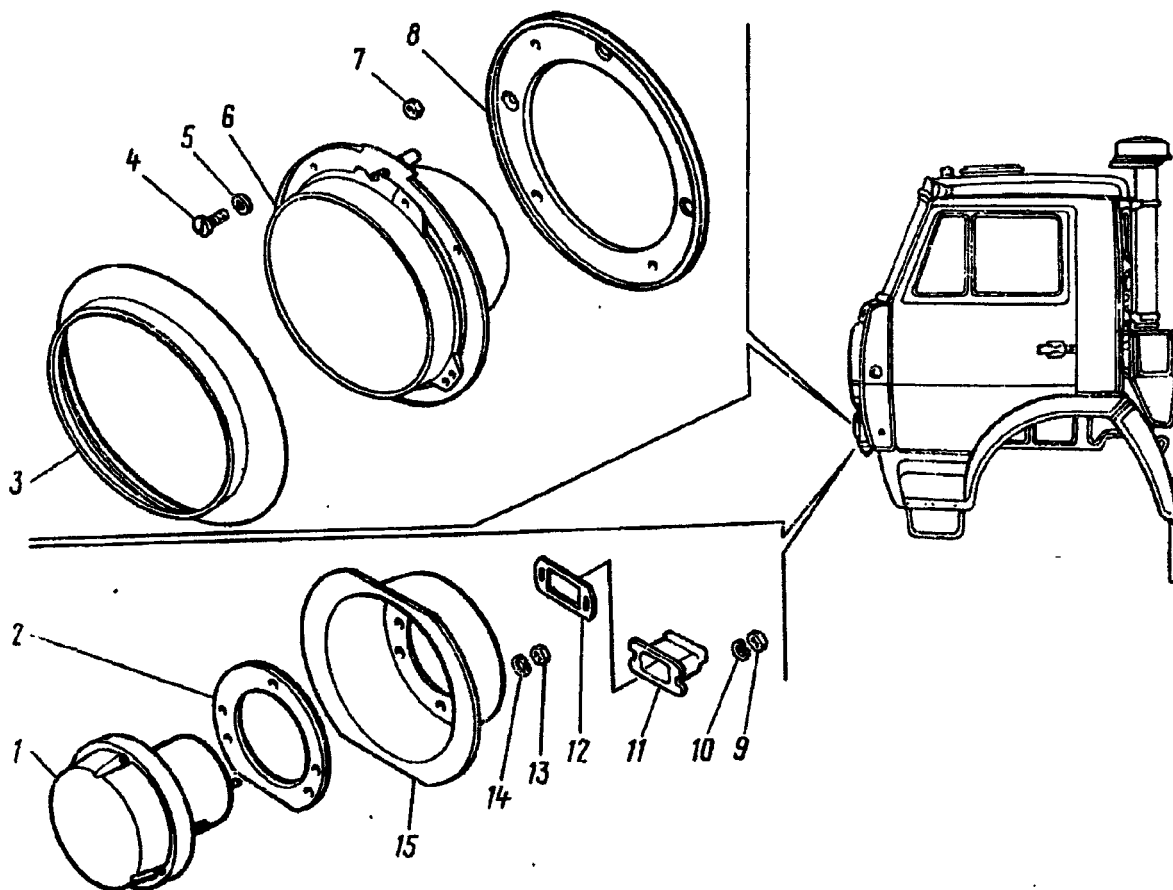

Рис. 74. Фары:
1. Отверните гайки 9 (рис. 74) крепления прижимной накладки 12, снимите пружинные шайбы	Ключ 8 мм, отвертка
2. Снимите защитный резиновый ободок (см. рис. 74) фары	Отвертка